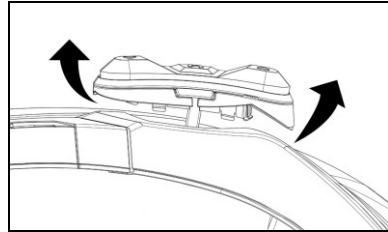

Abb. 27
- Drehen Sie die Tastenvorrichtung im Gegenuhrzeigersinn (Abb. 27).